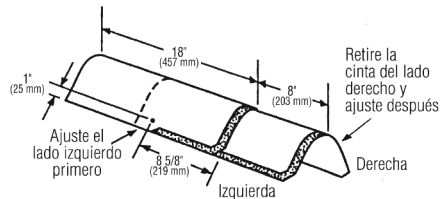

Figura 18-16: instalación de teja Shangle Ridge en limas y cumbreras.
- Sujete cada remate con dos sujetadores (ver figura 18-16). La longitud de los sujetadores deben ser 1 3/4" (45 mm) o más, de tal manera que penetren 3/4" (19 mm) en la base o la atraviesen por completo, dejando expuestas al menos 1/8" (3.2 mm) de la punta del clavo. Exponga 8" (203 mm) del accesorio a lo largo de la línea de la cumbrera o lima; cubra todos los sujetadores.